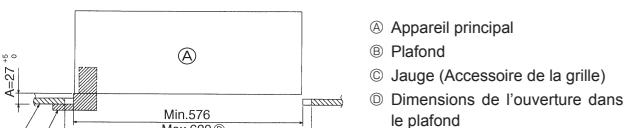

Fig. 2-6
- Lorsque l'appareil principal ne peut pas être aligné contre l'orifice de montage au plafond, il est possible de le régler par une fente prévue sur la plaque de montage (Fig. 2-6)